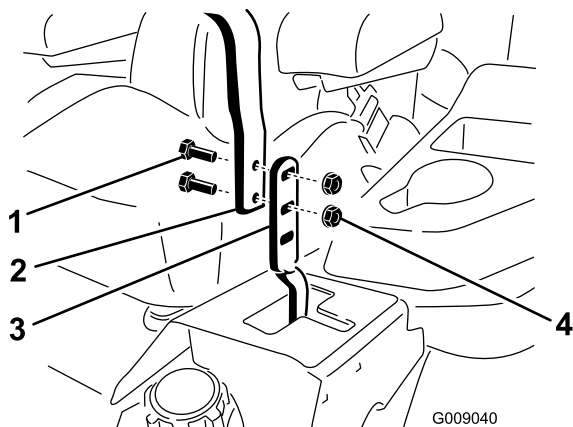

図 57
3. レバーに取り付けられているボルトとフランジナットをゆるめる 図 57。